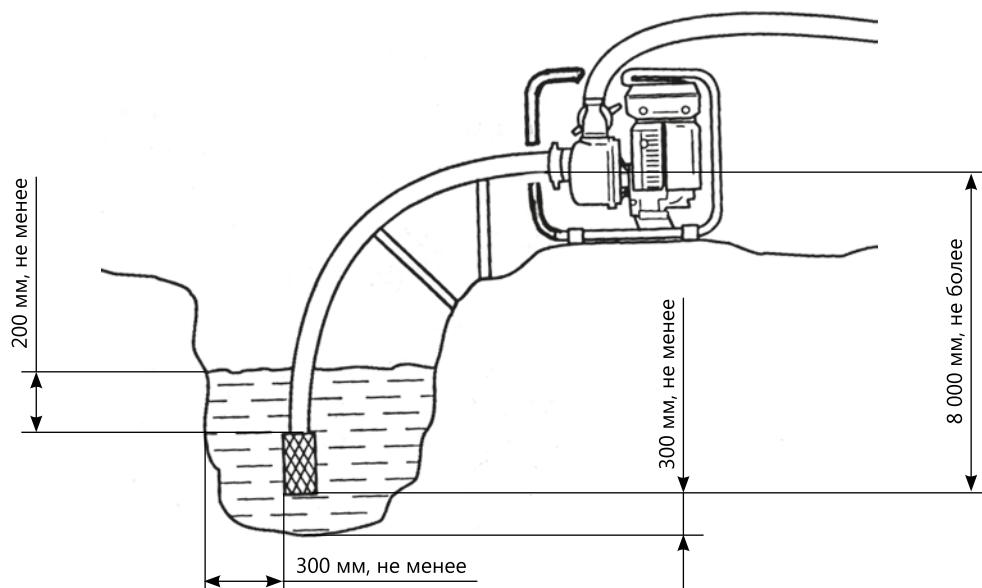

Рис. 4
6.7. Установить мотопомпу вблизи водоема (емкости); опустить фильтр всасывающего рукава в водоем, обеспечив вертикальное положение фильтра, как показано на рис. 4; отвернуть верхнюю пробку 10; залить через воронку чистую воду до полного заполнения внутренних полостей насоса, напорный рукав у патрубка при этом должен быть выше на 70—100 мм от корпуса насоса. Признаком полного заполнения является отсутствие выхода воздушных пузырьков из корпуса. Плотно от руки заверните пробку 10. Мотопомпу установить на ровную площадку с минимально возможным наклоном относительно горизонтальной поверхности, но не более 10° во избежание поломки двигателя из-за недостаточной смазки.
- установить мотопомпу как показано на рис. 4;